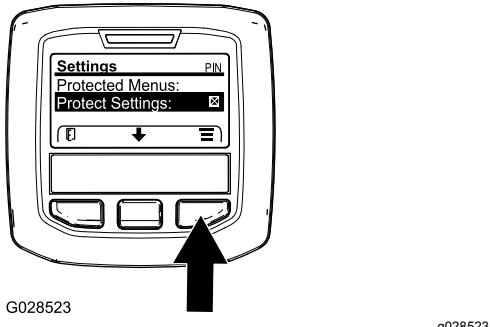

Figure 40
1. Accédez au menu protégé et déverrouillez le sous-menu des réglages protégés (Figure 40) ; voir Accès aux menus protégés \(page 20\).